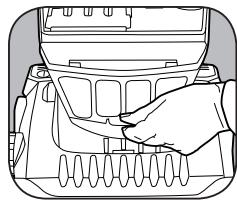

Fig. 1
1. Débranchez l'aspirateur. Enlevez le couvercle du filtre situé sous le couvercle du compartiment à poussières (Fig. 1).